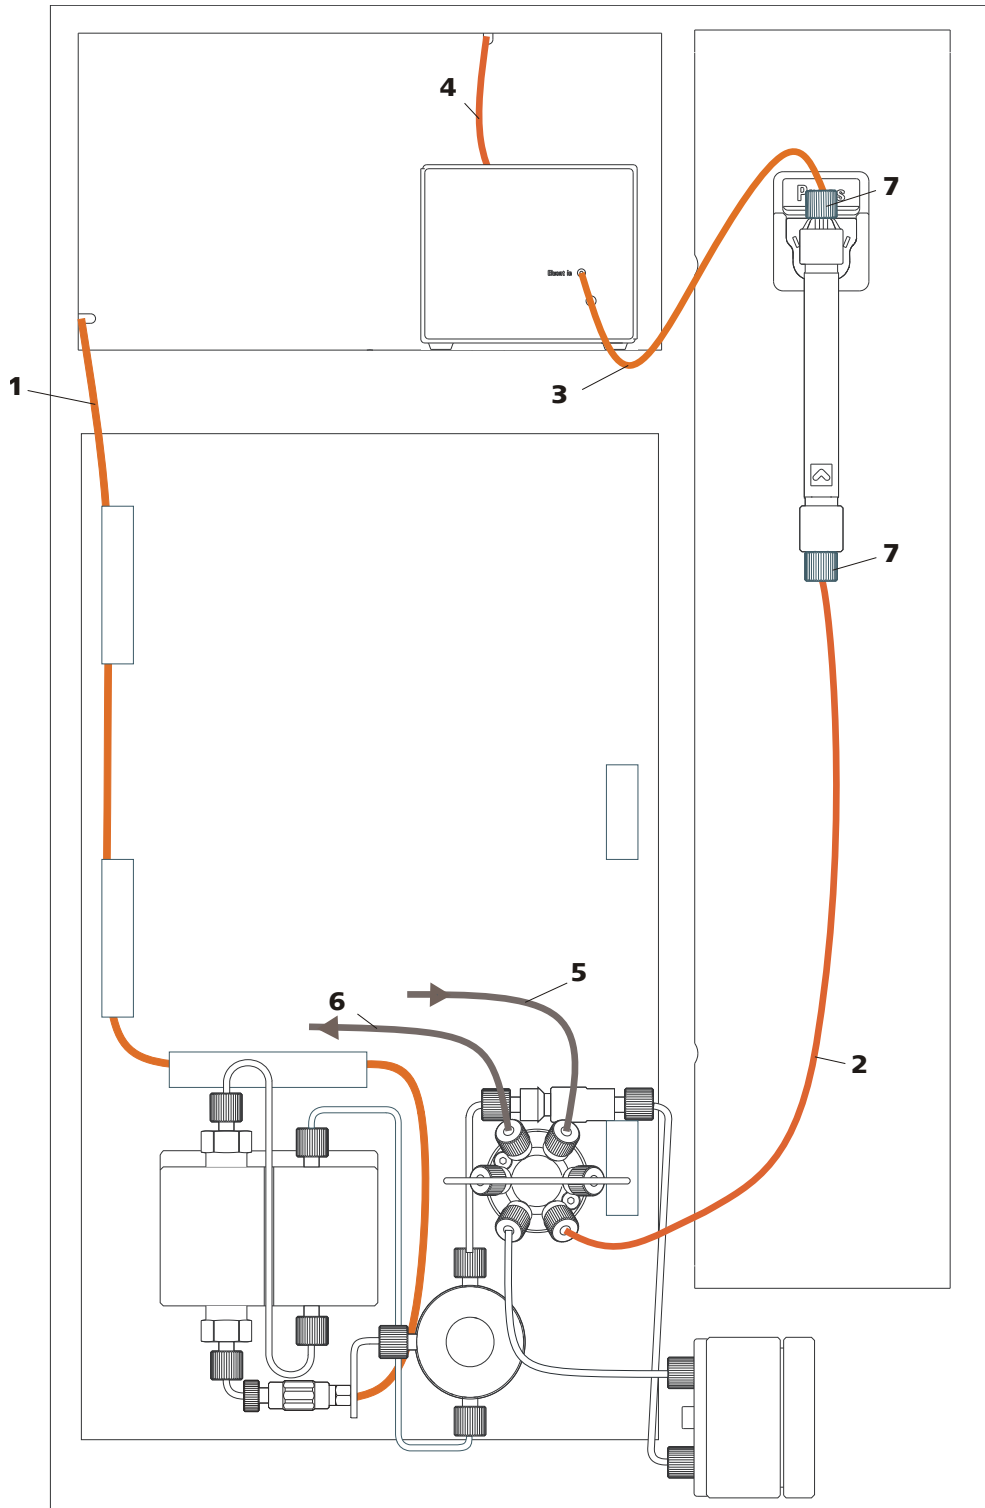

Abbildung 3 Installationsdiagramm
- ein Installationsdiagramm (*siehe Abbildung 3, Seite 12*), welches ein vollständig installiertes 882 Compact IC plus – Cation darstellt.